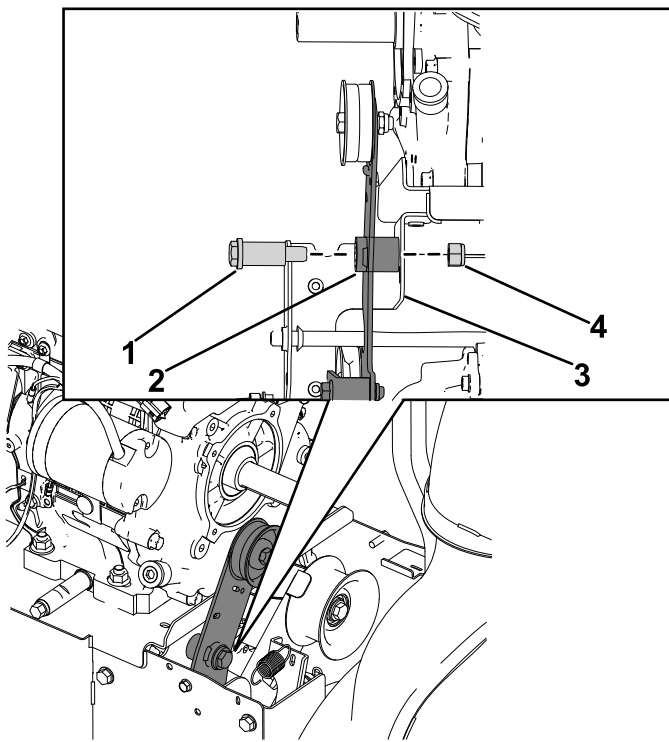

Bild 19
- Montieren Sie die Traktionskupplungsarm-Baugruppe an der Bremskupplungshalterung und sichern Sie diese mit der neuen Ansatzschraube (7/16" x 1 3/4") und der Sicherungsmutter (7/16") (**Bild 19**).